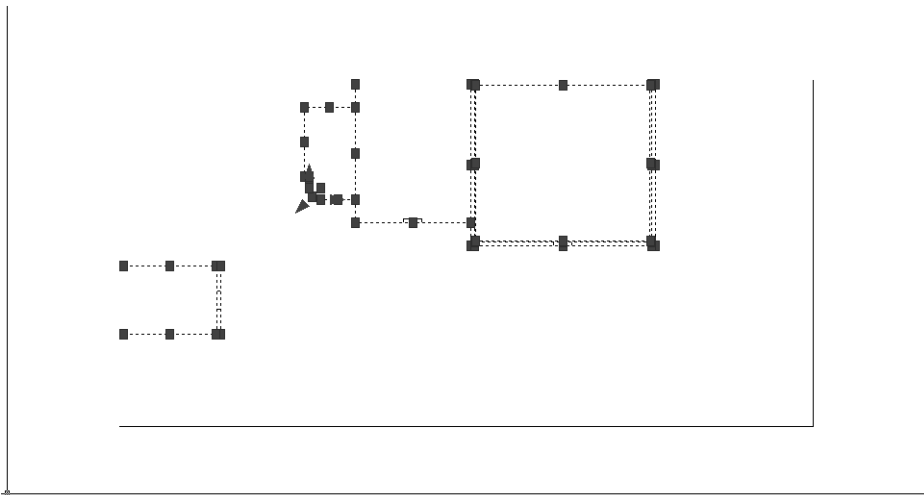

Рис. 6.22 ▾ Объекты, подлежащие перемещению на слой **Высота 720**
10. Получив набор выделенных объектов, представленный на рис. 6.22, отпустите **Shift** и переместите все выделенные объекты на слой **Высота 720**.